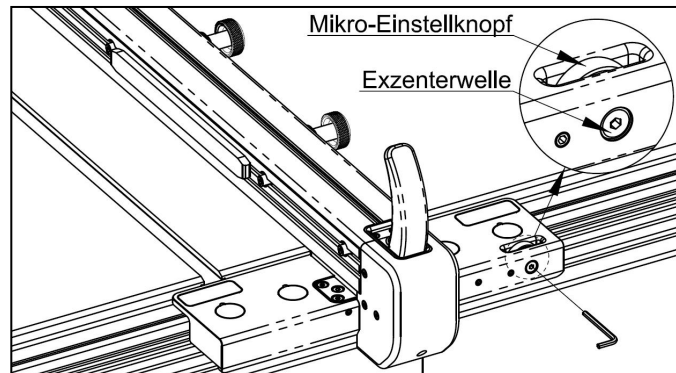

Abb. 6-25
7. Feinabstimmung des Mikroverstellknopfs: Verwenden Sie einen 4-mm-Inbusschlüssel und drehen Sie vorsichtig die Exzenterwelle nach links und rechts, bis Sie den Mikroverstellknopf problemlos von Hand bedienen und die Zaunmontage ohne jegliches Gleiten bewegen können, wie in Abbildung 6-25 dargestellt.